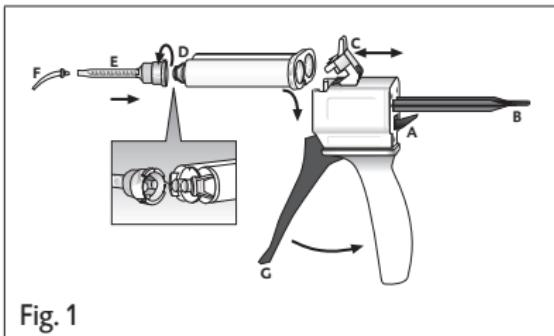

Fig. 1
1. Pressionar para cima a alavanca [Fig. 1, Pos. A] localizada na parte posterior do Automix-Dispenser e puxar a peça corrediça [Fig. 1, Pos. B] completamente para trás.
2. Puxar o trinco de plástico [Fig. 1, Pos. C] para cima, inserir o cartucho e travar com o trinco de plástico [Fig. 1, Pos. C].
1. Retirar e descartar a tampa do cartucho [Fig. 1, Pos. D] ou a cânula de mistura usada, após rodá-la 90° para a esquerda.
2. Colocar uma cânula de mistura nova [Fig. 1, Pos. E].
4. Colocar a Intraoral-Tip [Fig. 1, Pos. F].
- Misturar o material pressionando a alavanca [Fig. 1, Pos. G] do Automix-Dispenser na cânula de mistura e aplicar directamente.
2. Puxar o trinco de plástico [Fig. 1, Pos. C] para cima e retirar o cartucho.